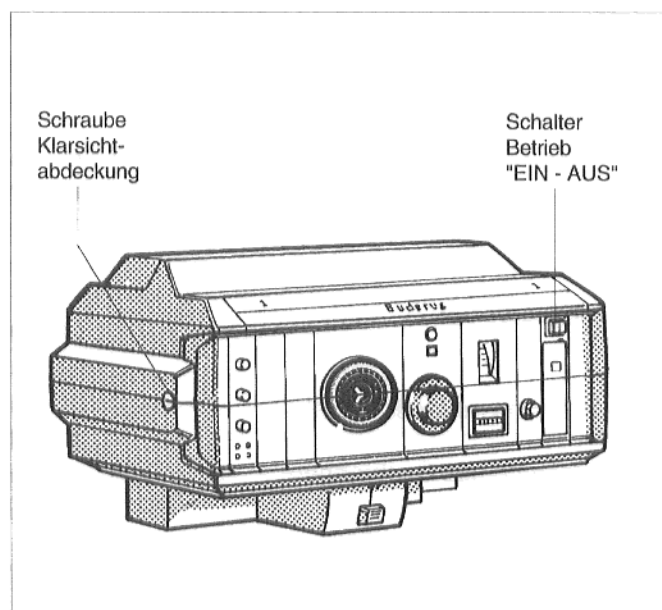

Abb. 32: Regelgerät
- Schraubenschlitz der Klarsichtabdeckung des Regelgeräts (Abb. 32) in waagerechte Stellung bringen, z.B. mit einer Münze. Klarsichtabdeckung nach vorne abnehmen.
- Schalter Betrieb (Abb. 32) in Stellung 0 (AUS) stellen.